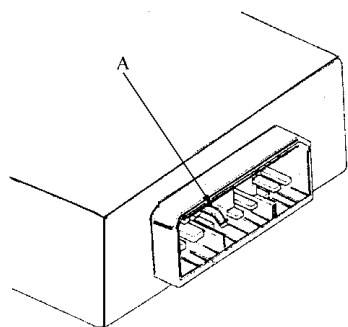

图 1-24 检查插接器没有弯折
8) 如图 1-24 所示，在连接插接器前，应确保端子 A 处在原位，并且没有弯折。